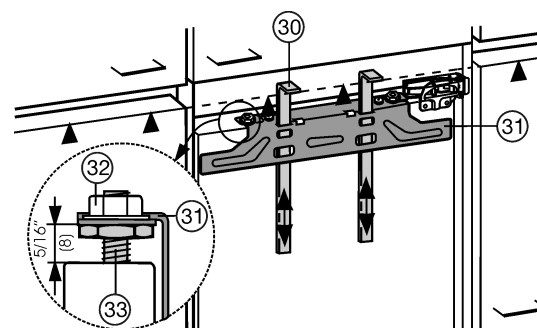
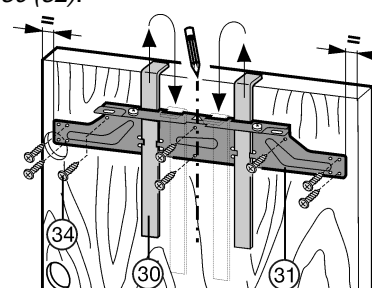

Fig. 30
Fig. 31
- ▶ Pousser les gabarits de montage Fig. 30 (30) vers le haut à hauteur de porte du placard. Bord inférieur de butée ▲ du gabarit de montage = bord supérieur de la porte du placard à monter.
- ▶ Dévisser la traverse de fixation Fig. 31 (31) au-dessus des contre-écrous Fig. 30 (32).
- ▶ Accrocher la traverse de fixation Fig. 31 (31) avec les gabarits de montage Fig. 31 (30) du côté intérieur de la porte du placard.
- Aligner la traverse de fixation *Fig. 31 (31)* au centre : tracer la ligne courte médiane sur la porte du placard et venir y placer la pointe de flèche de la traverse.
- Aligner la traverse de fixation *Fig. 31 (31)* : tracer la ligne courte médiane sur la porte du placard et venir y placer la pointe de flèche de la traverse. Déplacer ensuite la traverse de fixation *Fig. 31 (31)* de 3/16 po (5.5 mm) vers le côté charnières.
- Visser la traverse de fixation *Fig. 31 (31)* en utilisant au moins 6 vis *Fig. 31 (34)*.
- Visser la traverse de fixation *Fig. 31 (31)* en fixant 4 vis *Fig. 31 (34)* au bord.
- Tirer les gabarits de montage *Fig. 31 (30)* vers le haut, les tourner de 180° et les enfoncer dans les logements adjacents.